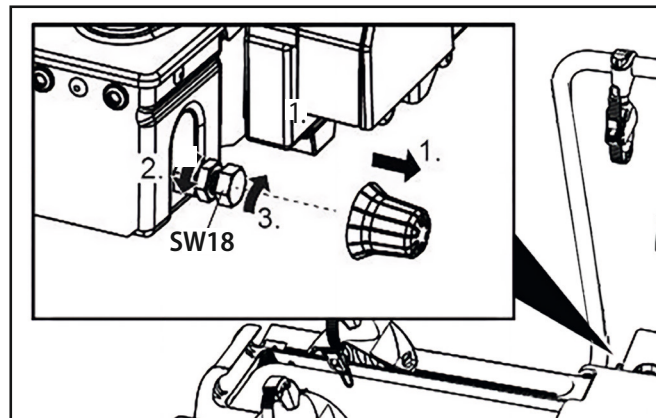

Figura 13: Regolazione della chiusura rapida
- Allentare leggermente il controdado (Figura 13).
- Ruotare la vite di regolazione di un quarto di giro (Figura 13).